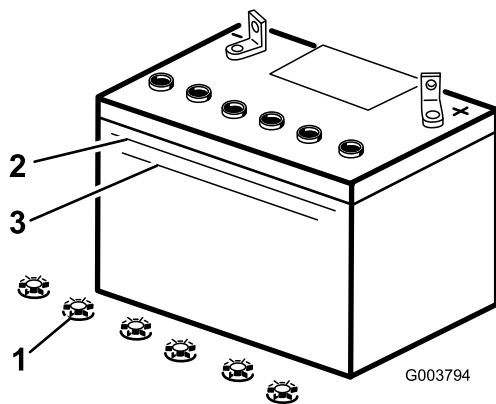

Bild 41
3. Sehen Sie sich die Seite der Batterie an. Der Füllstand muss bis zur oberen Linie reichen (Bild 41). Der Säurestand darf nicht unter die untere Linie fallen (Bild 41).
5. Entfernen Sie die Verschlussdeckel von der Batterie (Bild 41).
6. Gießen Sie langsam destilliertes Wasser in jede Batteriezelle, bis der Säurestand die obere Linie (Bild 41) am Batteriegehäuse erreicht.
7. Warten Sie nach dem Füllen der Batteriezellen 5 bis 10 Minuten. Gießen Sie bei Bedarf destilliertes Wasser in jede Batteriezelle, bis der Säurestand die obere Linie (Bild 41) am Batteriegehäuse erreicht.